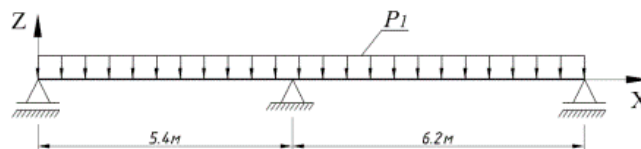

Рисунок 12 - Схема нагружения 2
- Загружение 2 - равномерно распределенная $P_1 = 0,3 \text{ т/м}$ (рисунок 12).